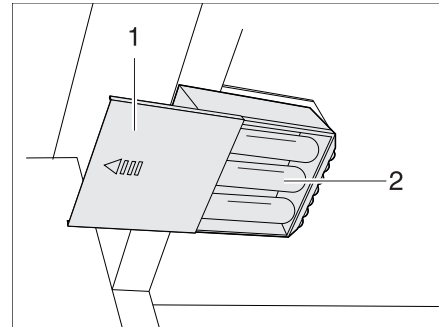

Bild 280 Kleiderschrankleuchte mit LED, Batteriefach geöffnet
- Die Batterien (Bild 280,2) dem Batteriehalter entnehmen.
- Neue Batterien (Bild 280,2) gleichen Typs polrichtig (+/-) einsetzen.
- Deckel (Bild 280,1) wieder aufschieben.